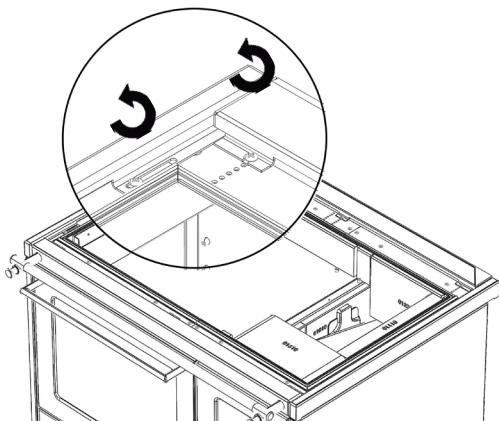

Fig. 6
- ⇒ Déposer la(les) plaque(s) de cuisson et desserrer les vis de fixation du châssis (12 vis). (Fig. 6)